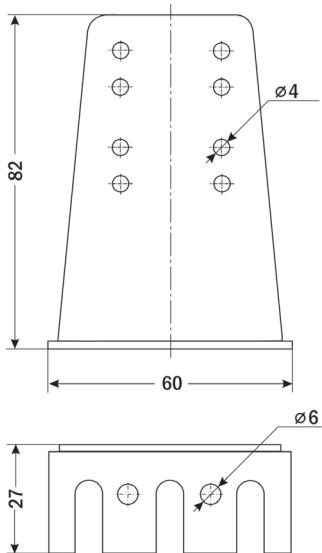

Рис. 5. Кронштейн для настенного крепления
- 1.2. Присоединение прибора к трубопроводу можно осуществлять как напрямую (резьба штуцера $G\frac{1}{4}''$), так и с помощью импульсной трубы (в этом случае рекомендуется использовать входящий в комплект поставки кронштейн для настенного крепления, рис. 5).